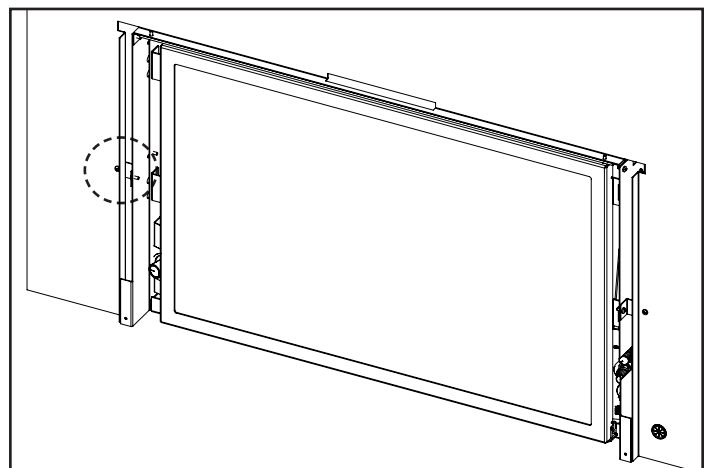

Figure 33: Panneau Trimmable Installée
3. En utilisant le matériel restant fixer le panneau Trimmable aux supports Panel à l'aide d'un tournevis Torx T20 (Voir Figure 33).